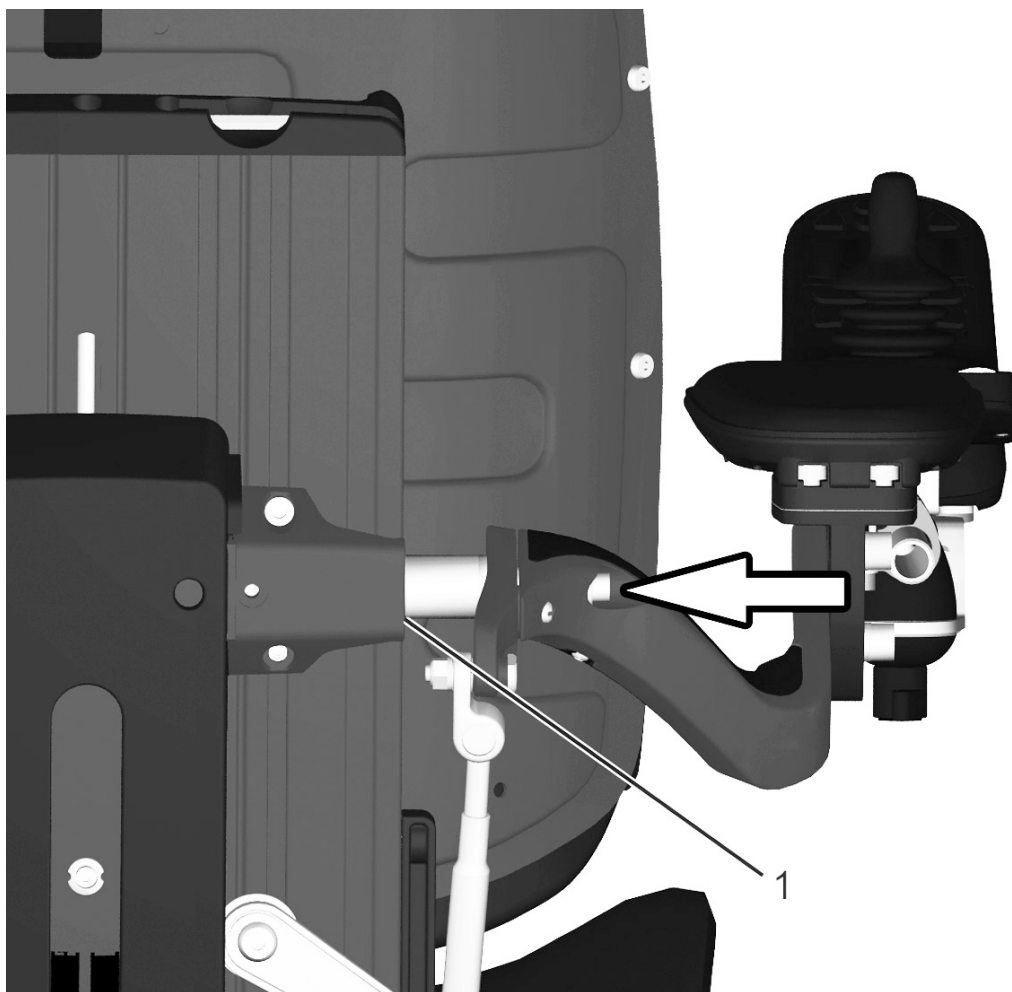

Abbildung 204. Die Breiteneinstellung der Armlehne wird mit einer Schraube fixiert.
1. Befestigungsschraube für die Breiteneinstellung der Armlehne ca. 3 Umdrehungen. Siehe Abbildung. 204.